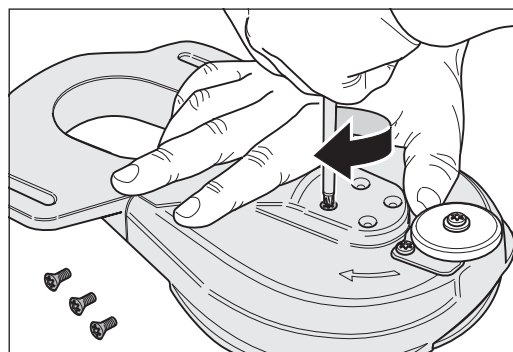

Abb. 45 Die vier Schrauben zur Befestigung des kompletten Schleiftellers festziehen.
- 4 Drehen Sie den Vorsatz um und ziehen Sie die vier Schrauben zur Befestigung des kompletten Schleiftellers mit dem Universalschlüssel fest (Abb. 45).